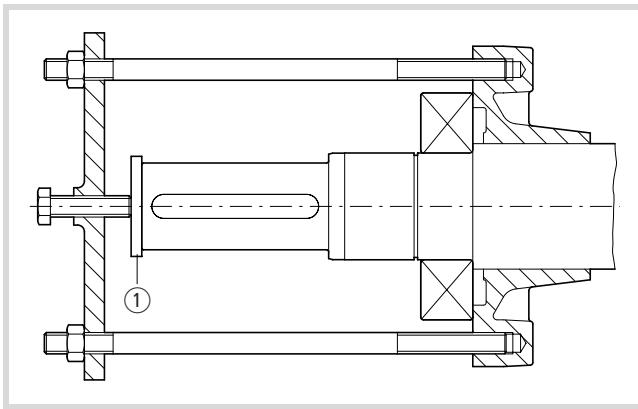

Abbildung 11: Innere Lagerdeckel und Wälzlager abziehen
- Ziehen Sie die Lagerdeckel AS (1.07) innen oder GS (2.05) innen zusammen mit dem Wälzlagern von der Welle ab (→ Abb. 11).